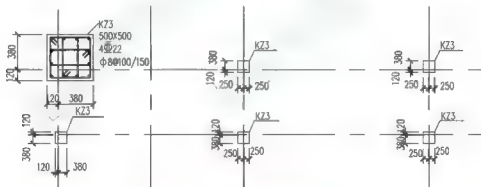

图 5.81 标注柱子截面尺寸
- ② 选择【主单位】选项卡，将测量单位的【比例因子】设置为“0.25”。
- ③ 将【1:25】标注样式设置为当前标注样式。
- ④ 标注①轴线与②轴线、①轴线与③轴线、①轴线与④轴线、⑦轴线与①轴线相交处柱子的截面尺寸，结果如图 5.81 所示。